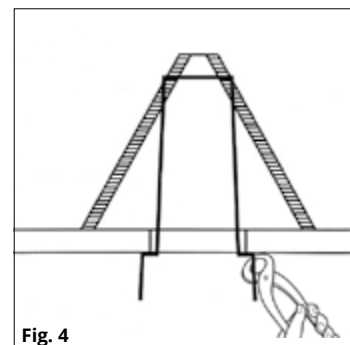

Fig. 4
- Tagliare la parte in eccesso dei terminali (Fig. 4), dopo di che sarà possibile installare il faretto.